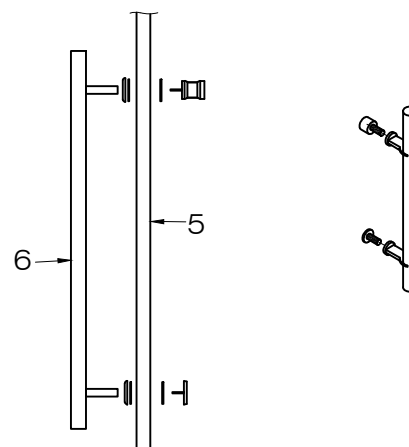

FIG. 9
2. Coloque la manilla en su posición en la puerta. Coloque arandelas de plástico (incluidas) de cada lado de la puerta. [CONSULTE LA FIG. 9]